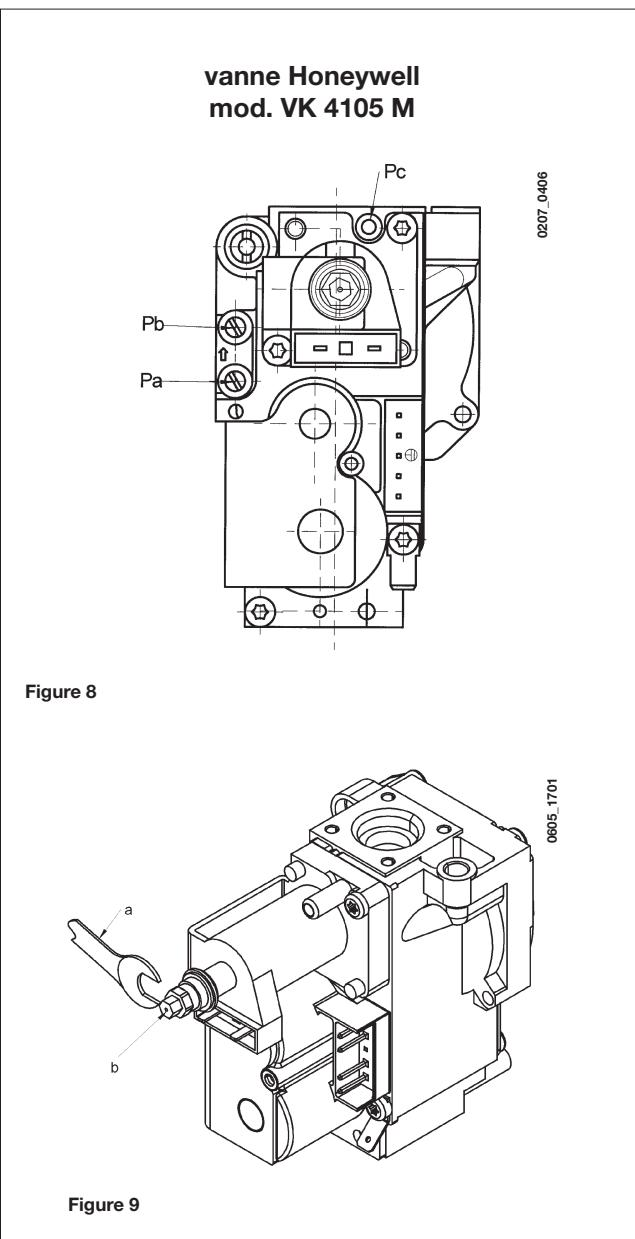

Figure 8
- relier la prise de pression positive d'un manomètre différentiel, si possible à eau, à la prise de pression (**Pb**) de la vanne du gaz (figure 8).
- vérifier que la pression d'alimentation de la chaudière, mesurée à la prise de pression (**Pa**) de la vanne gaz (Figure 8) est correct (37 mbar pour le gaz propane, 20 mbar pour le gaz méthane ou 25 mbar pour le gaz G25);